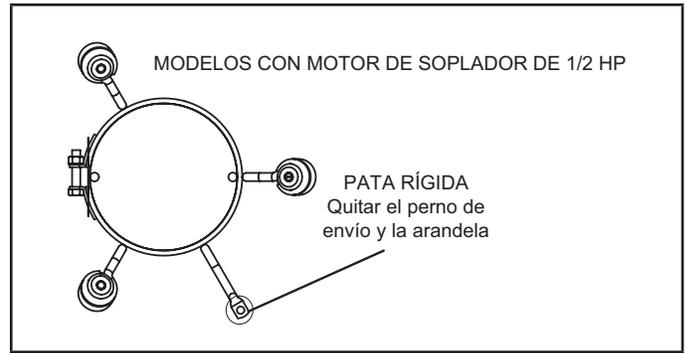

FIGURA 12
**NOTA** - Las unidades con motores de soplador de 1/2 hp están equipadas con tres patas flexibles y una pata rígida. Ver la Figura 12. La pata rígida está equipada con un perno de envío y una arandela plana de plástico blanca (en vez de la arandela de montaje de caucho utilizada con una pata de montaje flexible). Se debe quitar el perno y la arandela antes de poner el calefactor en funcionamiento. Después de haber quitado el perno y la arandela, la pata rígida no tocará el alojamiento del soplador.